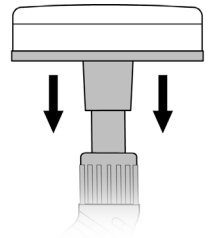

FIGURE 4
1. Placez le Outil de récurage sur l'extrémité de la Buse directrice, puis appuyez fermement pour le pousser aussi loin que possible sur la Buse directrice (FIGURE 4). Vous éviterez ainsi les fuites de vapeur.